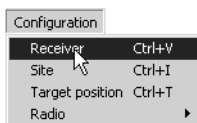

Figura 2-2. Configuration ▶ Receiver
2. Una vez conectados, haga clic en **Configuration ▶ Receiver** (Figura 2-2).